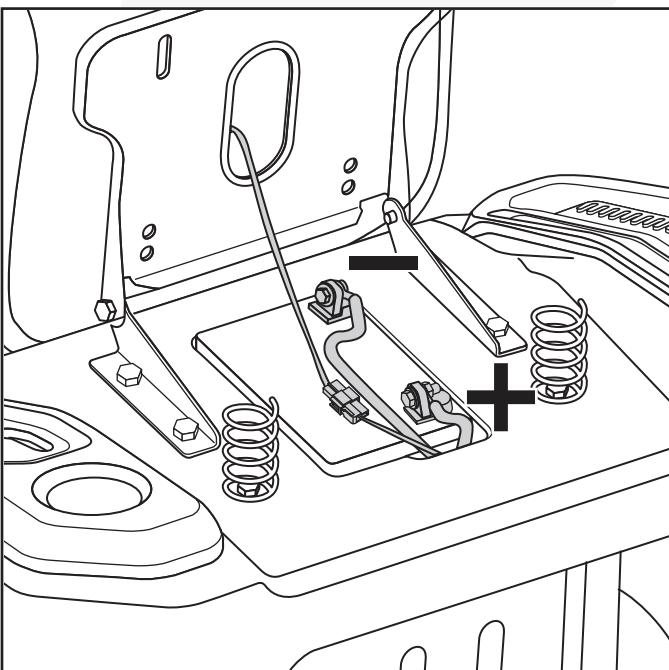

Fig. 34
2. Desconecte primero los cables NEGATIVOS (-) de la batería. (Fig. 34)